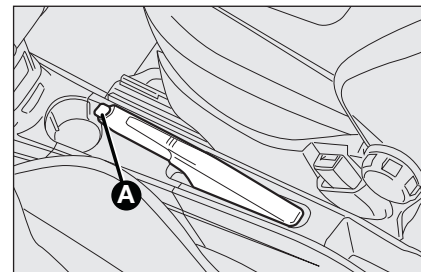

fig. 1
- soulever légèrement le levier et appuyer sur le bouton de déblocage **A**-fig. 1 ;